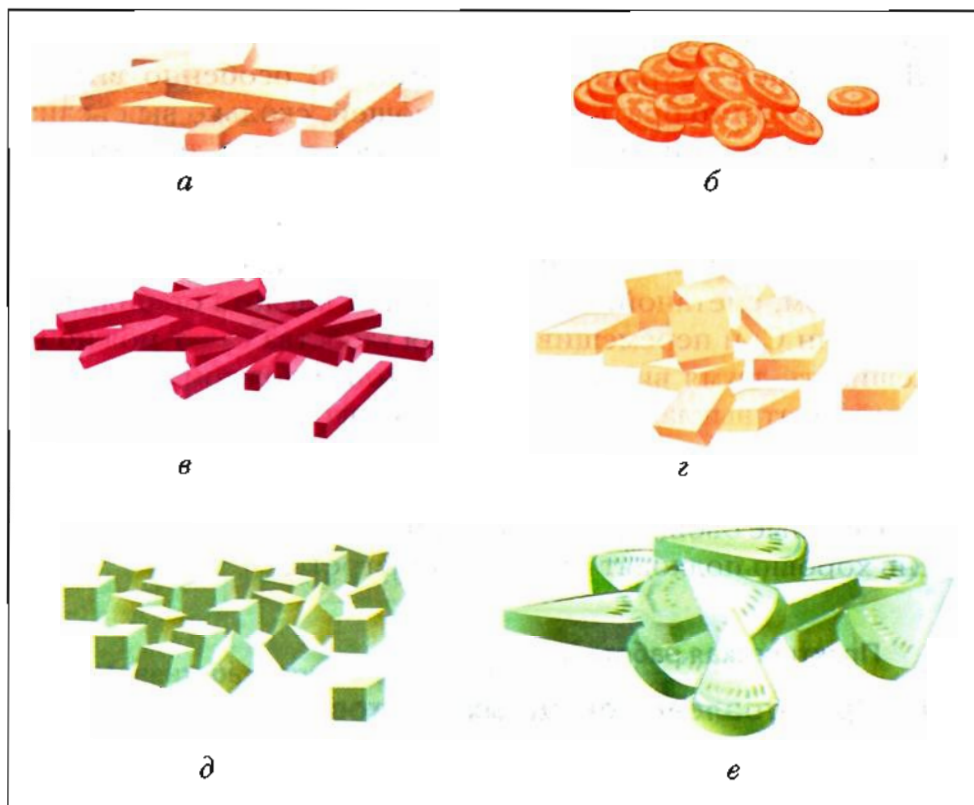

Рис. 73. Способы нарезки овощей: *а* — брусочками, *б* — кружочками, *в* — соломкой, *г* — шашками, *д* — кубиками, *е* — дольками
2. Нарезка овощей. Следует обратить внимание на то, что все продукты, входящие в салат, должны быть нарезаны кусочками одинакового размера. При этом все они равномерно пропитываются, а салат выглядит привлекательным и аппетитным (рис. 73).